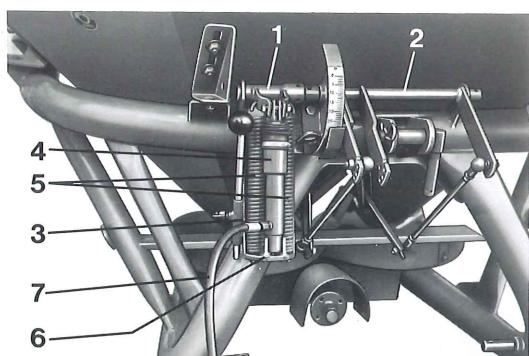

fig 9
4.2.1.1 Fest koblingsdelen (fig 9/1) på den høyre akseldelen ved hjelp av de medleverte stifter.
4.2.1.2 Skyy konsollen (fig 9/3) på koblingedelen og skru fast konsollen i rammen med 2. M 10 x 16 skruer.
4.2.1.3 Skru fast hydrauliksyylinderen (fig 9/4) i koblingsdelen (fig 9/1).
4.2.1.4 Fest fjærene (fig 9/5) i koblingsstykket (fig 9/1).